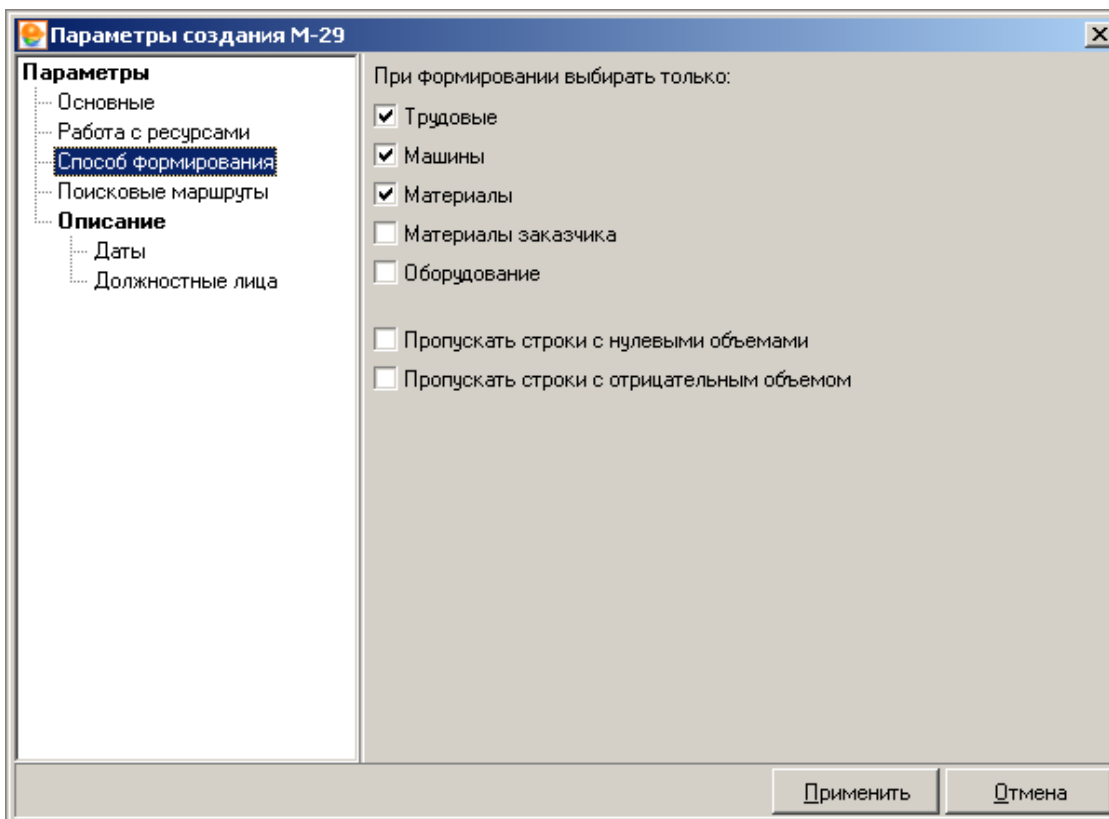

Рис. 4. Раздел “Способ формирования”
**Способ формирования.** Здесь выбираются виды ресурсов для списания. М-29 составляется для материалов, но при необходимости аналогичные документы могут быть составлены для трудовых ресурсов, а также машин и механизмов (см. рис. 4).